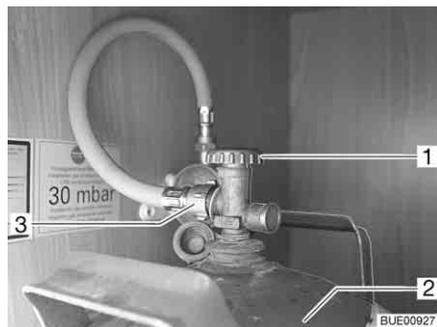

Fig. 78 Caja para bombonas de gas
- Cerrar la llave de paso principal (Fig. 78,1) de la bombona de gas (Fig. 78,2). Observar el sentido de la flecha.
- Desenroscar manualmente la goma del gas (Fig. 78,3) de la bombona de gas (rosca a la izquierda).